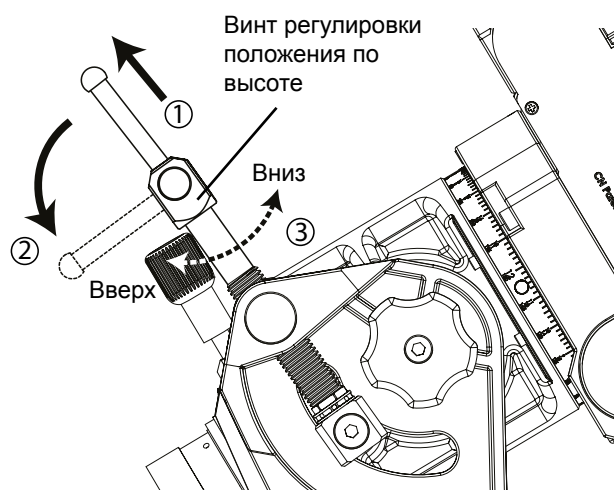

Рис. 2.3b
2. Раскройте рычаг винта регулировки положения по высоте (рис. 2.3b) и поверните винт с помощью рычага так, чтобы установить ось прямого восхождения на нужный угол, в соответствии со шкалой, расположенной сбоку на монтировке (рис. 2.3с).
3. Завершив регулировку, сложите рычаг винта регулировки высоты (рис. 2.3b).